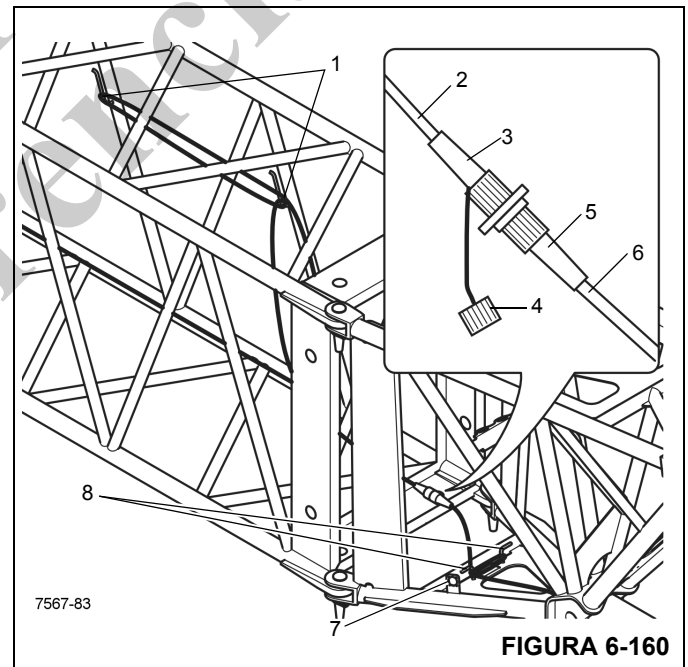

FIGURA 6-160
1. Desenrolle el cable (2) (Figura 6-160) del sujetador (1).
2. Retire la tapa (4) del receptáculo (3).
3. Desenrolle el cable (6) del sujetador (8).
4. Retire el enchufe de puente (5) del receptáculo falso (7) y enchúfelo en el receptáculo (3).
5. Enrolle una porción suficiente de cable (8) en el sujetador (7) de modo que éste no se dañe durante el funcionamiento.
6. Enrolle una porción suficiente de cable (2) en el sujetador (1) de modo que éste no se dañe durante el funcionamiento.